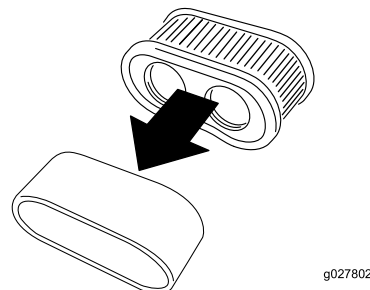

Figure 42
5. Séparez l'élément en mousse de l'élément en papier (Figure 42).